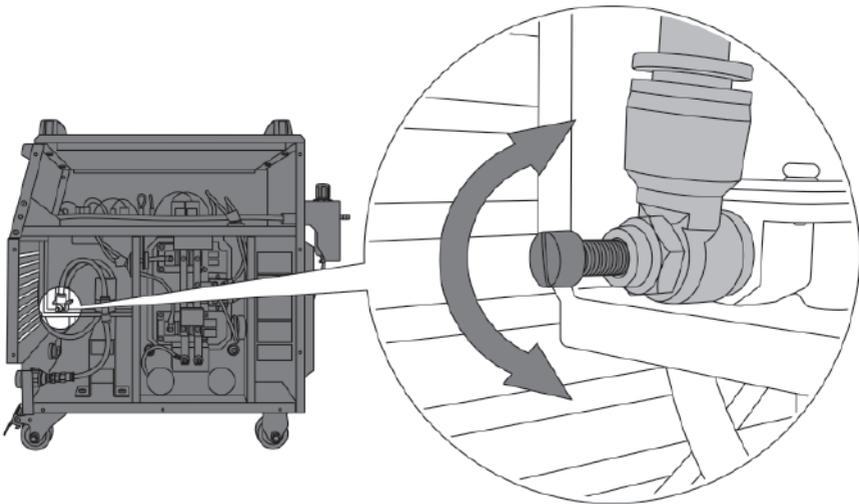

Рис. 8.1.1. Регулировка давления дежурной дуги.
4. С помощью плоской отвертки поверните наполоборота регулировочный винт **по часовой стрелке**. Если давление **выше 2 атм.**, то регулировочный винт следует поворачивать **против часовой стрелки**. Зажгите снова дежурную дугу. Если пламя дежурной дуги стало золотистого цвета и отсутствуют хлопки, значит давление отрегулировано верно (см. рис. 8.1.1).